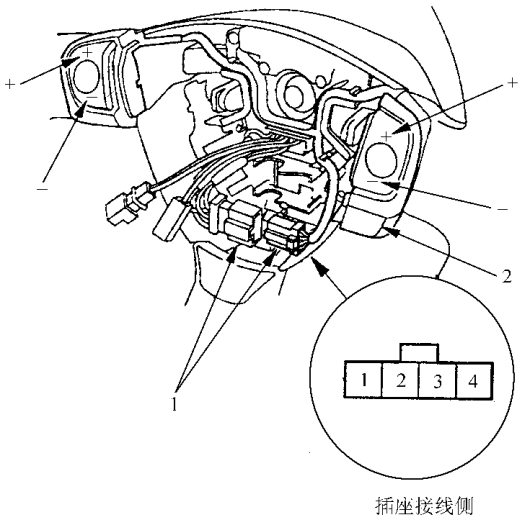

图 5-78 断开主开关(7 速模式)转向换挡开关插接器
- 3) 如图 5-78 所示, 断开主开关(7 速模式)/转向换挡开关插接器。